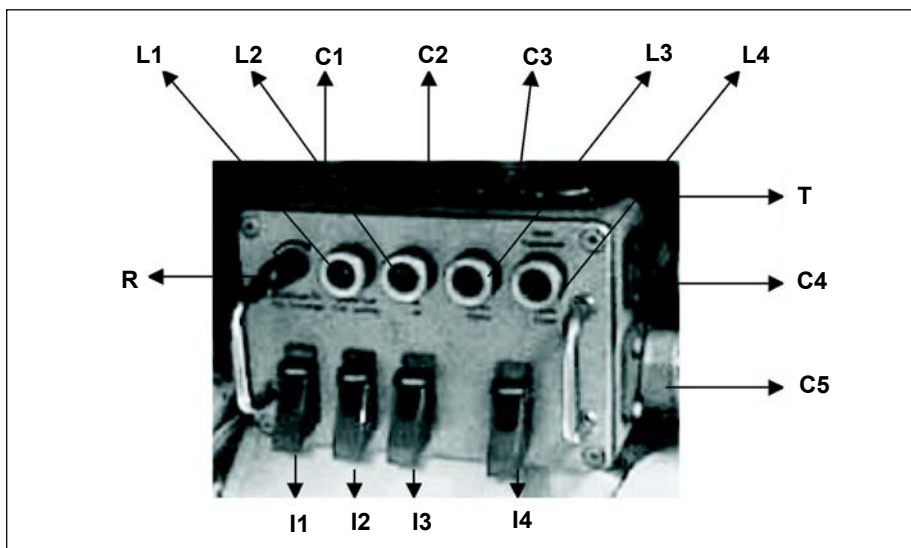

Fig 4-2. Caixa de comando do atirador
(5) Interruptores:
**b. Caixa de comando do atirador** (Fig 4-2) - Localizada à direita do atirador, é composta de: